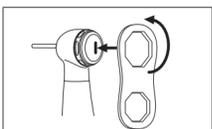

Fig. 33
- 3 Posicione a chave respetiva na tampa da cabeça e depois rode-a no sentido contrário aos ponteiros do relógio para desapertar a tampa. Retire o cartucho da cabeça (Fig. 33, 34).